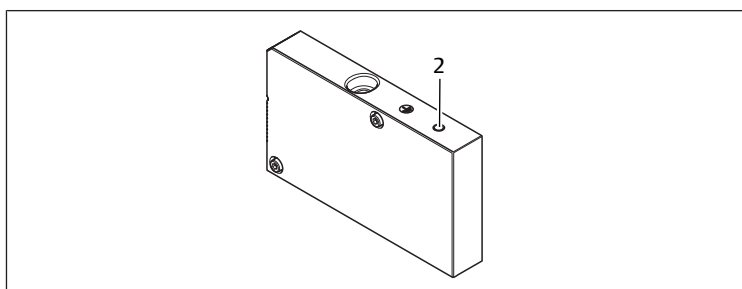

Fig. 8: Attacco FE
1. Per disperdere disturbi CEM, predisporre una messa a terra funzionale, collegando con un cavo a bassa impedenza l'attacco FE (2) alla piastra terminale sinistra, dotata dei relativi raccordi. Ved. → Fig. 8.